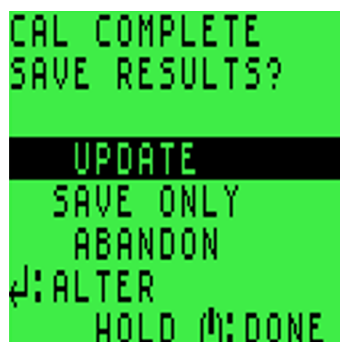

Figure 59: Pantalla CAL COMPLETE/SAVE RESULTS (Calibración completa/Guardar resultados)
7. Una vez completada la calibración correctamente, el usuario puede guardar los resultados si lo desea (consulte Figure 59: Pantalla CAL COMPLETE/SAVE RESULTS \(Calibración completa/Guardar resultados\)).